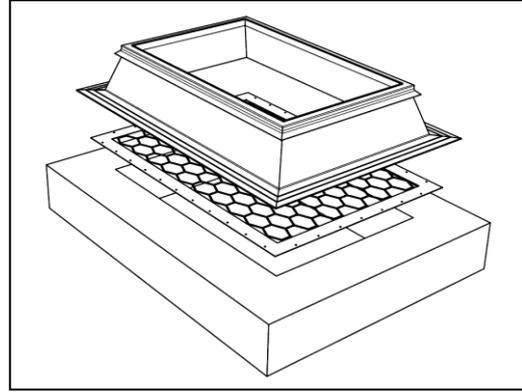

Bild 1
1. Die Gitter werden vor Montage der Lichtkuppel unter dem Aufsetzkranz der Lichtkuppel montiert (**Bild 1**).